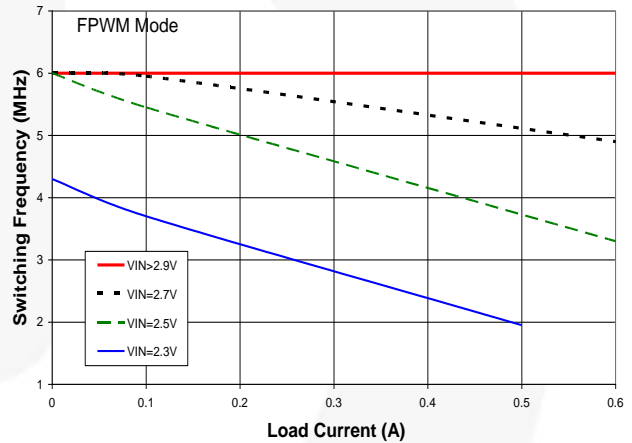
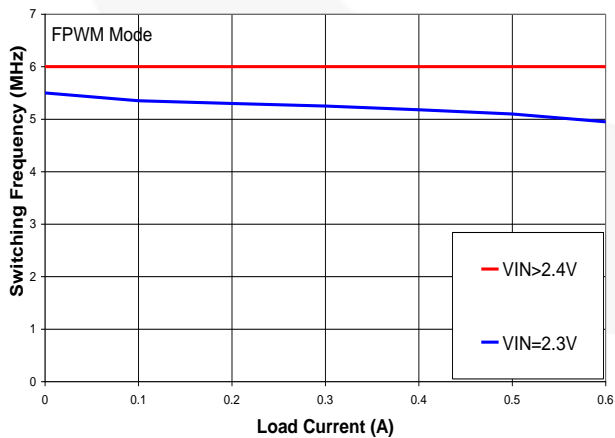

图 14. 降低开关频率的 $t_{OFF(MIN)}$ 效应
图 15. 降低开关频率的 $t_{OFF(MIN)}$ 效应
- 受限于 t_{OFF} 最小值（参见图图 14和图 15 的典型操作性能）。
若稳压器无法在3MHz时提供足够大的占空比来进行调节，则开关频率将跌落。在高负载电流条件下，如果 V_{OUT} 大于或等于1.82 V，且 V_{IN} 低于2.9 V，就会发生这种情况（参见图 15）。